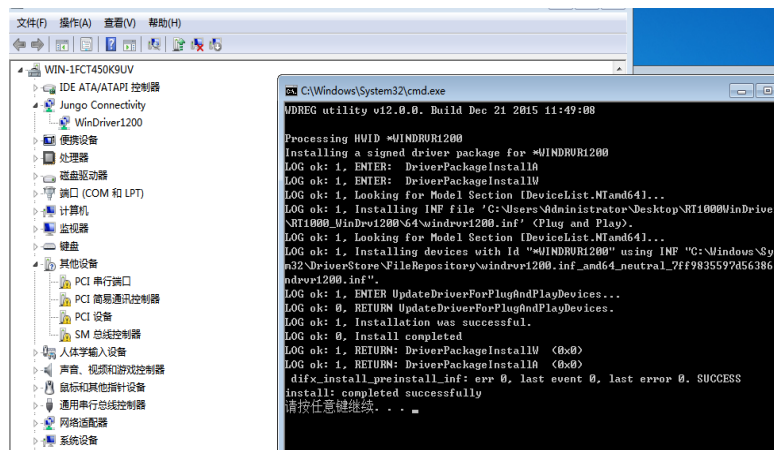

图 5-4 系统自动注册信息
- 3) 打开 RT1000WinDrive\_2 文件夹，在“windrvr1200\_Install.bat”文件处，单击鼠标右键，选择“以管理员方式运行 (A)”，系统弹出如图 5-4 所示的 DOS 界面，开始自动注册板卡的相关信息，等待 DOS 界面消失，即注册自动完成（注意：文件放置的路径中不能出现中文，否则可能无法运行该文件，若在运行过程中出现提示信息，请勾选“始终信任”，并点击安装即可。）；